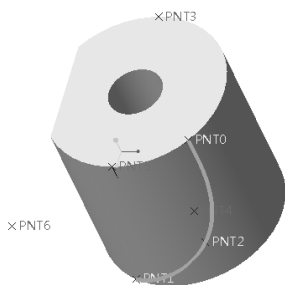

图 3-71 在指定曲面上创建通过点的曲线
4) 在“曲线：通过点”选项卡中单击 ☒ (完成) 按钮，创建通过表面上的点的基准曲线，该基准曲线位于指定表面上，如图 3-71 所示。